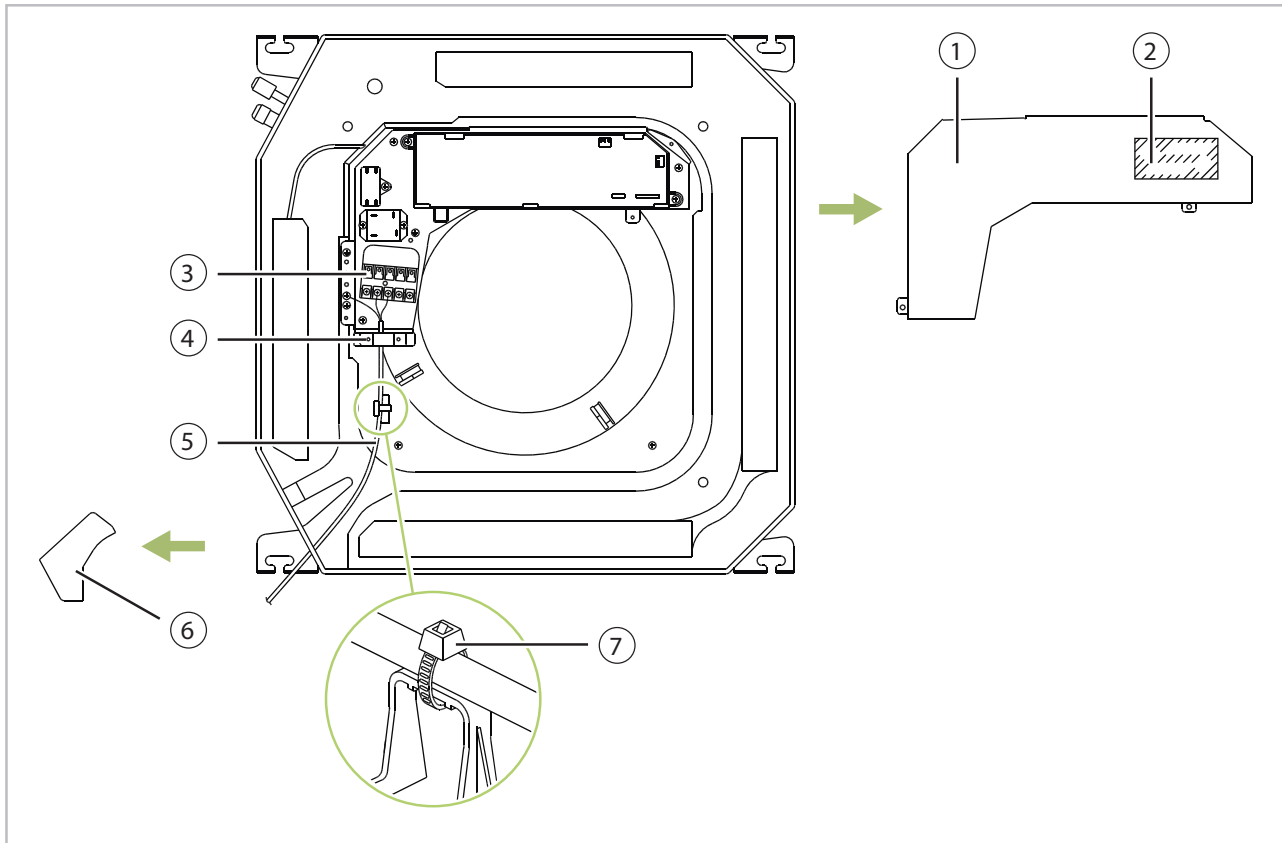

Abb. 38: Anschluss des Innengerätes
2. ➤ Lösen Sie die Abdeckungen des Schaltkastens (Abb. 38).